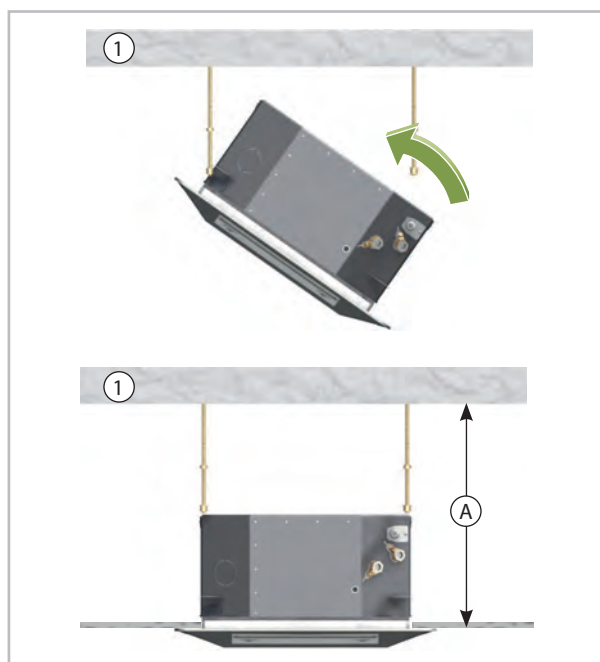

Fig. 24: Suspendre l'appareil
2. Installez l'unité intérieure sur les tiges filetées et amenez les unités en position horizontale à l'aide de l'écrou inférieur (Voir la Fig. 24).